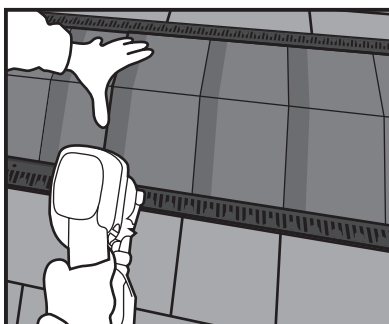

Fig. 9
4. Apply Hip & Ridge shingles over top of the vent according to manufacturer instructions. **See Fig. 9.**
4. Aplique las tejas de limatesa y cumbrera sobre la parte superior del respiradero de acuerdo con las instrucciones del fabricante. **Consulte la Fig. 9.**